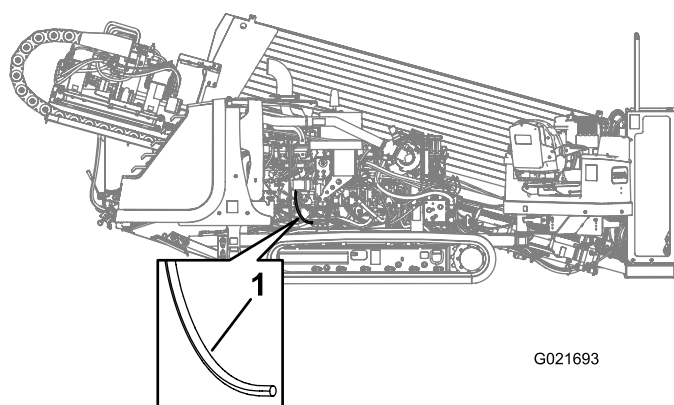

Figure 77
3. Avec précaution, tirez et déposez le tube d'évent du carter (Figure 77).
4. Nettoyez l'extrémité du tube d'évent de carter (Figure 77).